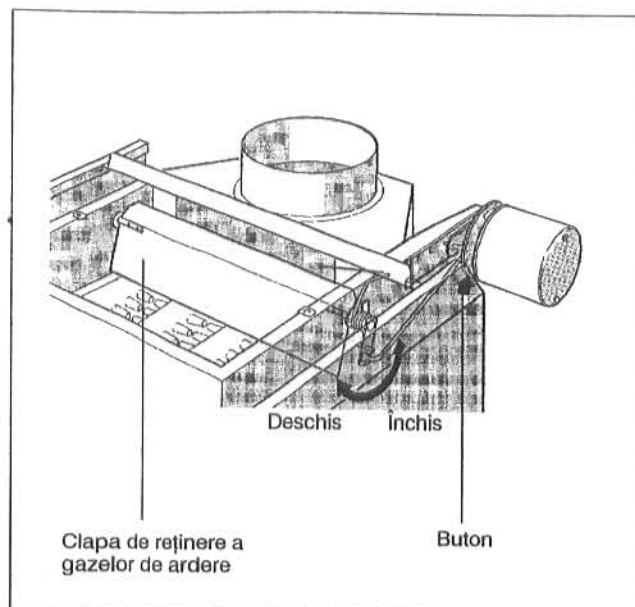

Fig. 33: Clapa de reținere a gazelor de ardere
- Dacă este necesară încălzirea, clapa trebuie să treacă pe poziția "DESCHIS". Controlați acest lucru prin acționarea butonului (Fig. 33). Abia după ce s-a atins poziția finală "DESCHIS" arzătorul are voie să fie pus în funcțiune.